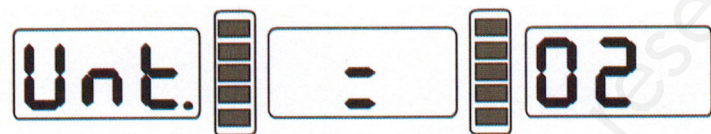

Fig. 12-2
2. Pressez la touche b+ ou b-, l'écran affiche les unités comme sur la figure 12-2. L'unité utilisée est l'once.